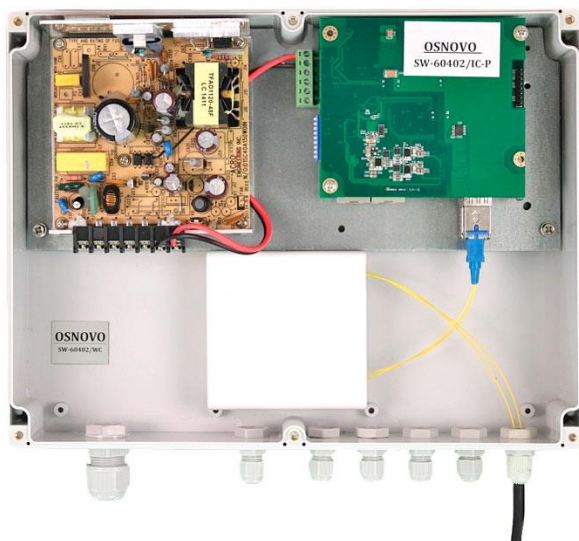

Рис.6.1 Коммутатор со смонтированным оптическим кроссом
7. Укрепите оптический кросс (имеется в комплекте) на дне корпуса коммутатора с помощью двухстороннего скотча, как это показано на рис. 6-1.